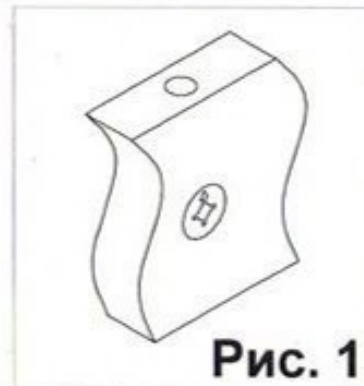
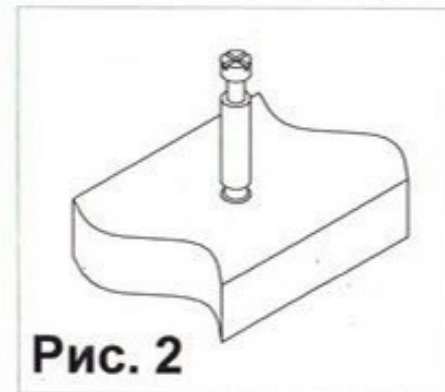

Рис. 1
Рис. 2
1. Прибить подпятники (14) к деталям 4, 9 и 8 при помощи гвоздей. Закрутить дюбель (4) в муфты на деталях 2, 3, 8 (см. рис.2). Вставить стяжки-растекс (3) в детали 1, 5, 9 (см.рис.1). Забить шканты (1) в детали 1, 5, 7, 3,9. Прикрутить направляющие (7) к боковинам 1 и 5 саморезами (5). Соединить боковины 1 и 5 с полкой 2. Фиксацию стяжек растекс (3) произвести путем поворота их по часовой стрелке. К полке 2 прикрутить опоры (16) саморезами (19). Присоединить к боковине 5 царгу 6 евровинтами (2). Установить полку 3 на боковины 1 и 5. Крепление произвести при помощи стяжек-растекс (3). Шкант (9) забить так, чтобы выступающая часть шканта составила примерно 20 мм. Присоединить к детали 4 полку 3 и царгу 6 евровинтами (2). Забить шканты (1) в деталь 7 и соединить ее с полкой 3. Вставить заглушку (18) в полку 3.
Взять стенку заднюю выдвижного ящика и забить в соответствующие отверстия шканты (1). Соединить боковины ящика с задней стенкой. Фиксацию производить при помощи евроинтов (6). Далее положить каркас ящика на заднюю стенку и забить шканты (1) в соответствующие торцевые отверстия на боковинах ящика, и вставить стяжки-растекс (15) (см.рис.1). После этого вставить дно ящика в пазы на каркасе ящика, таким образом, чтобы дно ящика вошло в паз на стенке задней ящика. Далее закрутить в переднюю панель ящика в имеющиеся муфты дюбеля стяжек-растекс (4). Соединить переднюю панель ящика с каркасом. Фиксацию произвести путем поворота стяжки (15) по часовой стрелки. Затем вставить ящик в каркас стола и прикрутить боковины ящиков к направляющим. Далее к передней панели прикрепить ручку (12) Аналогичным образом собрать остальные ящики.